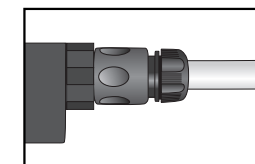

図2
- (A)のパーツをホースに通します。
- ホースコネクターをカチッと音がするまでクイックコネクターに押し込みます。これでスプリンクラーとホースがつながりました。(図2)